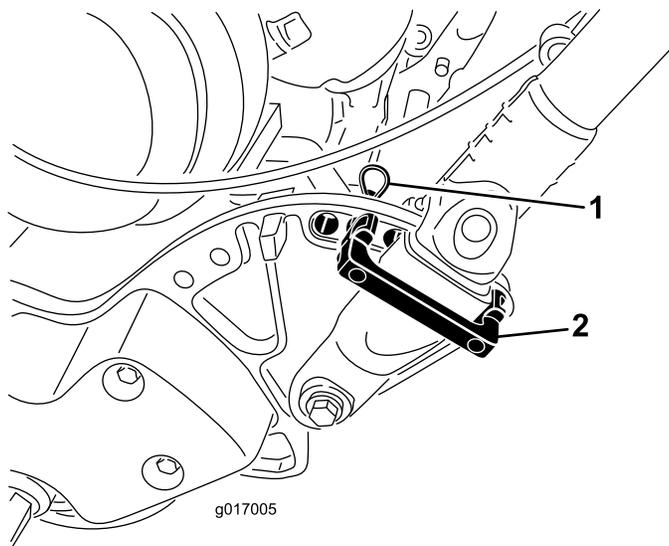

Figura 27
1. Togliete le coppiglie a forcina dai fermi della maniglia su ciascun lato della macchina (Figura 27).
2. Mentre sostenete la maniglia, rimuovete le coppiglie da ciascun lato e ruotate la maniglia alla posizione operativa desiderata (Figura 27).